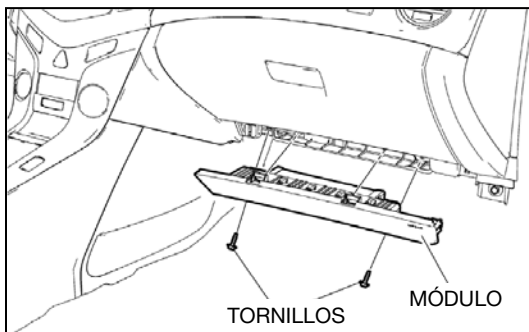

Fig. 8
2. Retire el módulo y los tornillos de sujeción del panel de instrumentos al panel inferior de la contención inflable (ver Fig. 8).